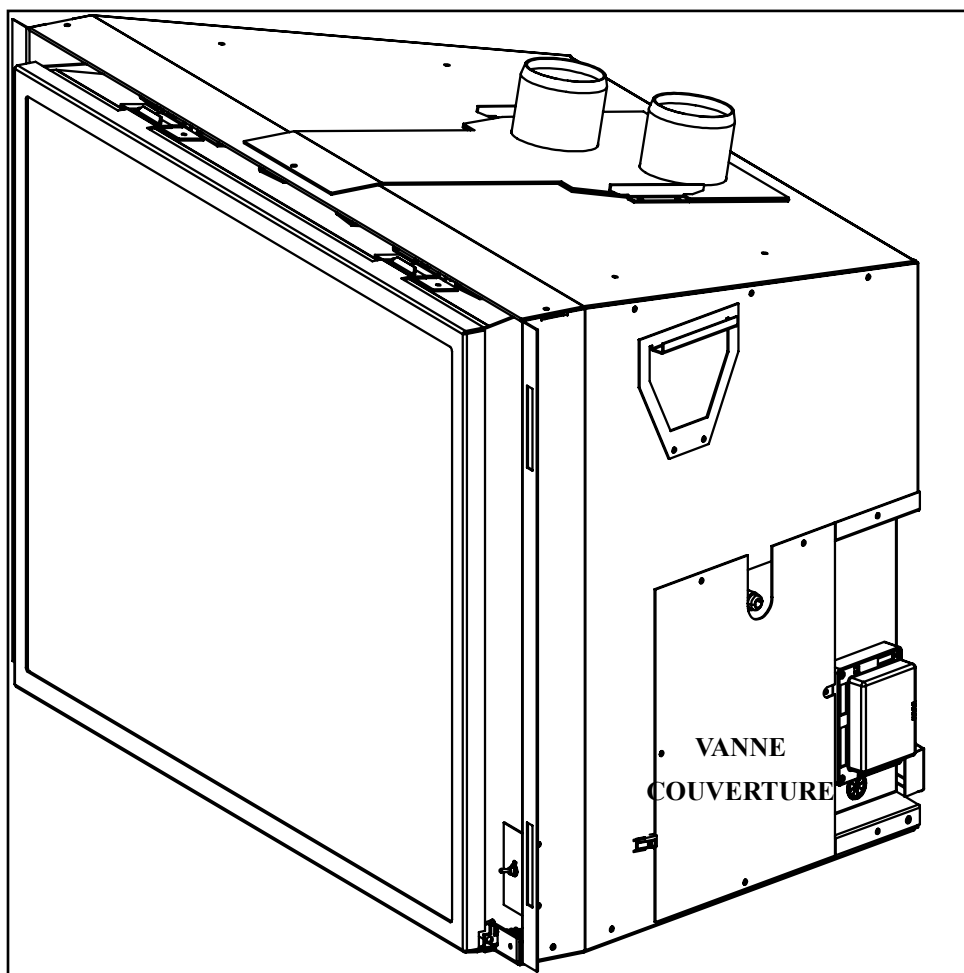

Figure 20: VANNE COUVERTURE
1. Utilisez un T-20 tournevis pour enlever les huit vis qui maintiennent le bas du couvercle de soupape de la figure. 20.